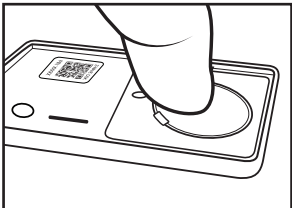

FIGURA 5
4. Al instalar una batería nueva, asegúrese de que la polaridad sea la adecuada, con el lado positivo hacia arriba. Inserte primero el extremo inferior para que la batería quede debajo de las nervaduras laterales (ver Figura 5). Presione hacia abajo el extremo superior para asegurar la batería en su lugar.